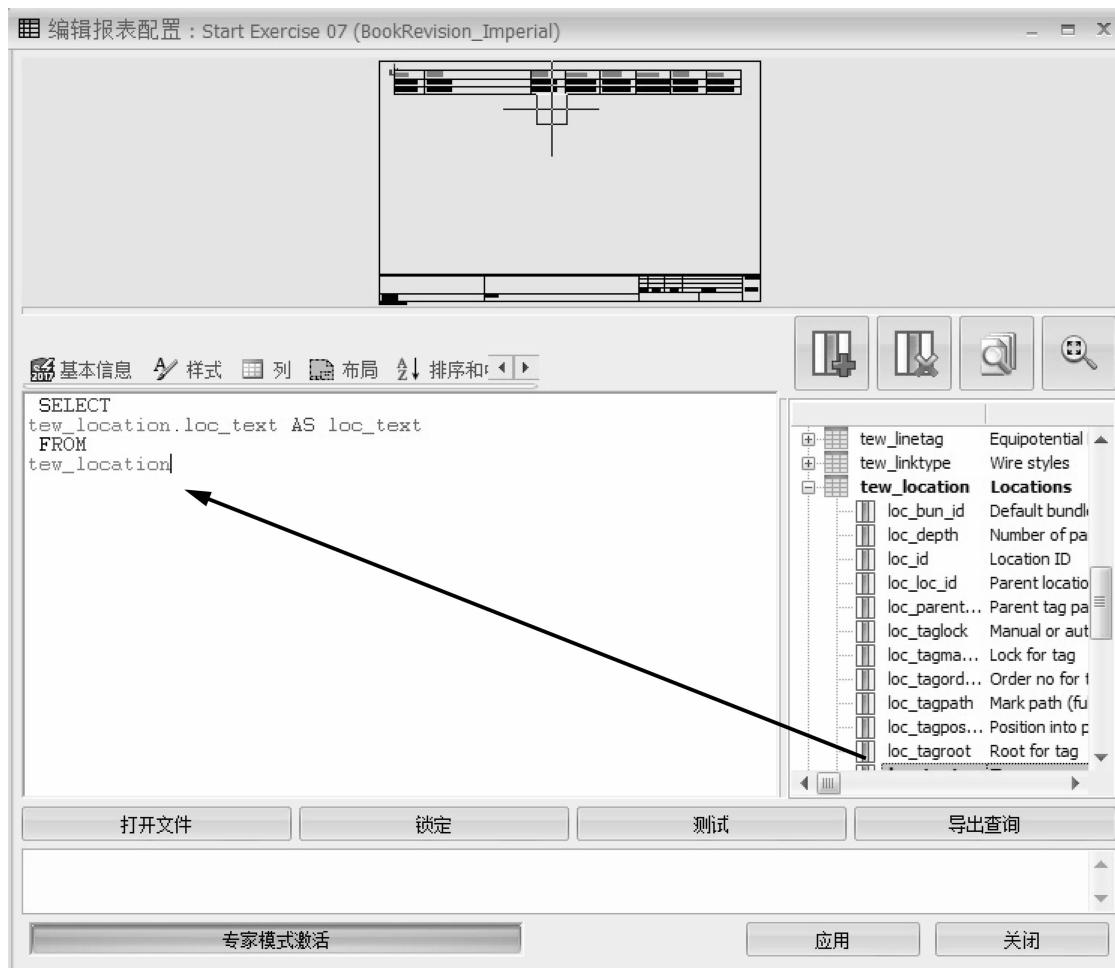

图 9-5 创建基本查询
**步骤3 创建基本查询** 单击【激活专家模式】，在警告信息对话框上单击【确定】/【编辑】。选中整个 SQL 查询，删除。展开表 tew\_location，双击字段【loc\_text】，如图 9-5 所示。